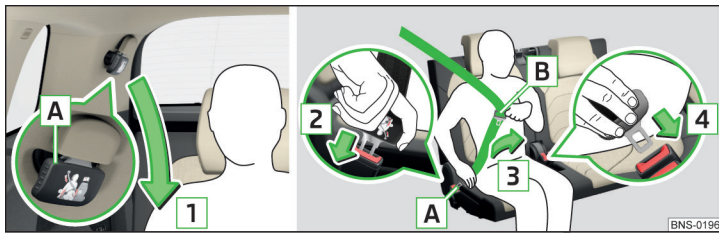

Fig. 19 Aplicarea/desfacerea centurii de siguranță de pe al treilea rând de locuri
- › Trageți ușor în jos clema de fixare **A** » fig. 19 a centurii în sensul săgeții **1**.
- › Prindeți clema de fixare **A** » fig. 19 și presăți tasta roșie din catarama centurii; clema de fixare va sări afară.